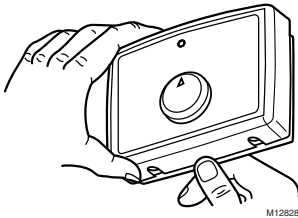

Fig. 2. Retirer le couvercle de la base.
1. Retirer le couvercle en plaçant le pouce dans l'encoche du bas entre le couvercle et la base, et tirer vers soi et vers le haut. Voir la Fig. 2.